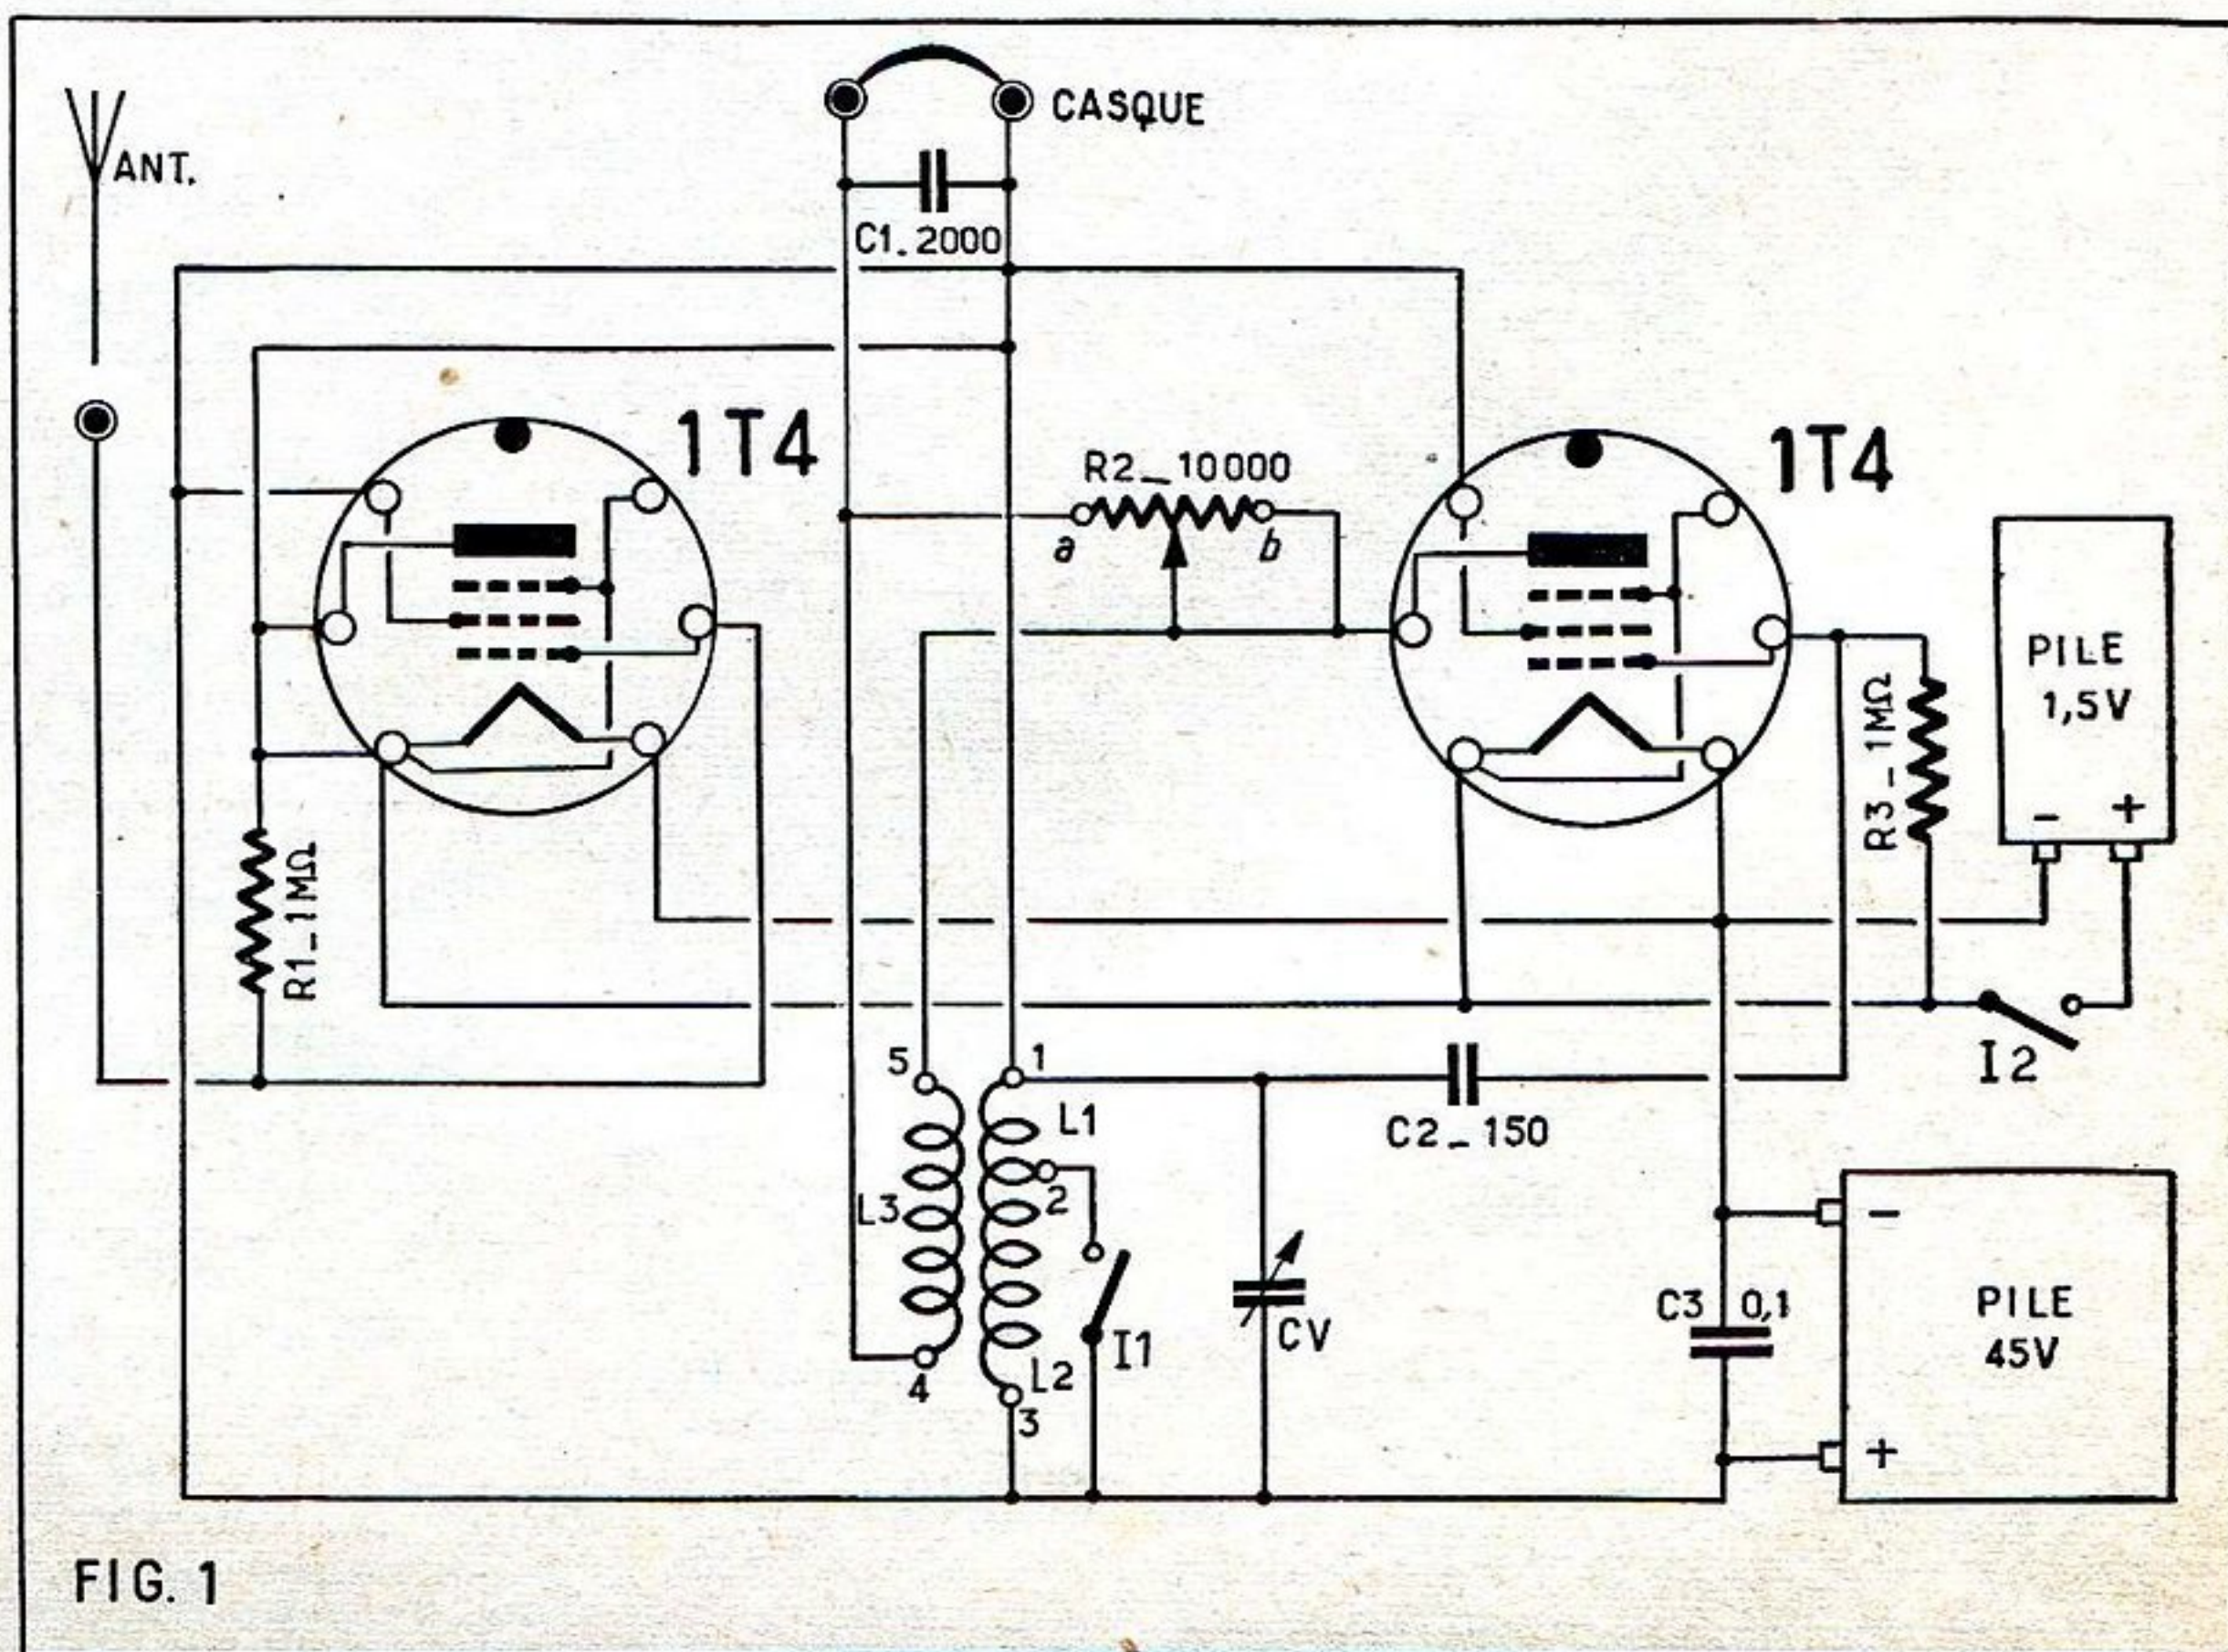

FIG. 1
On connaît cet instrument utilisé par les musiciens pour battre la mesure à un rythme réglable. Il est représenté en figure 1 et fonctionne suivant le principe bien connu du pendule. Un mouvement d'horlogerie à ressort et à échappement à ancre entretient les oscillations de la tige A. La fréquence des oscillations est déterminée par la longueur effective de la tige, que l'on règle en déplaçant un poids mobile (B). L'échappement à ancre fait entendre un « tic tac » assez fort qui « bat » la mesure à suivre.